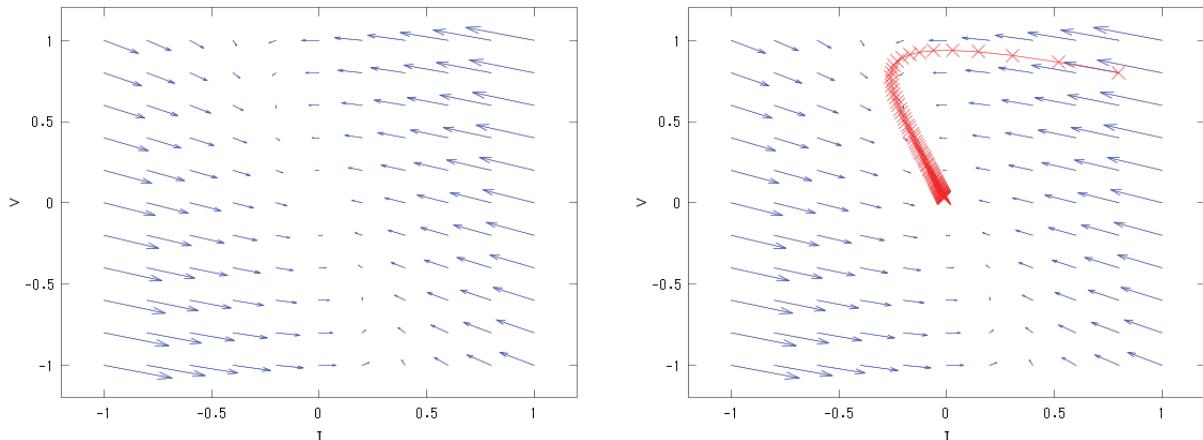

図 3.3: ベクトル場と微分方程式の解の軌跡
これは (i, v) 平面において、それぞれの位置 (i, v) に対して微小時間 Δt の間に変化する量 $\Delta i, \Delta v$ が決まることを示している。このように、相平面上の各点にベクトルを対応させたものをベクトル場と言う。例として $R = 3, L = C = 1$ のときのベクトル場を図 3.3 左に示す。
次に、Octave の関数 lsode を用いて微分方程式を解いてみよう。例えば初期値を $(0.8, 0.8)$ として実際に微分方程式を解いて軌跡を描くと図 3.3 右のようになり、微分方程式の解がベクトル場の流れに沿っていることがわかる。
1. Octave の quiver を用いてベクトル場を描く(図 3.3 左)。
2. Octave の lsode を用いて微分方程式を解き、ベクトル場と重ねる(図 3.3 右)。